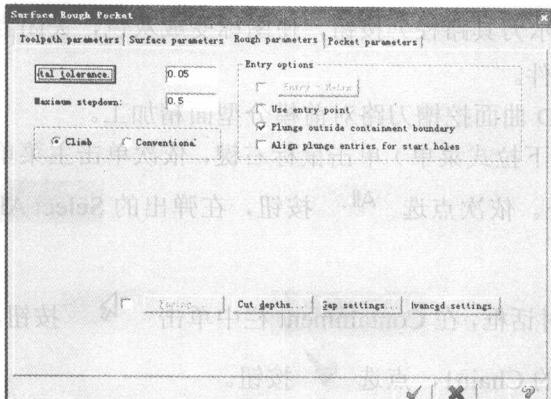
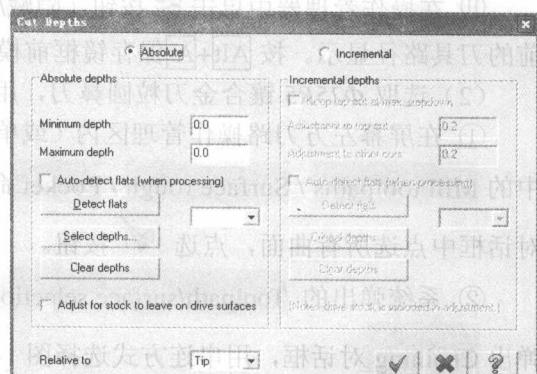

图 1-15 曲面粗加工参数
图 1-16 切削深度参数
⑤ 单击曲面挖槽刀路中 **Rough parameters** 对话框，粗加工参数设置如图 1-15 所示。Z 方向最大步距 0.5mm。
⑥ 这里无须螺旋下刀，点选 **Plunge outside containment boundary**，在选定刀具边界的外部下刀。
⑦ 单击 **Cut Depths** 按钮，设置切削深度，如图 1-16 所示。此处将 **Minimum depth** 和 **Maximum depth** 都设置成 0.0mm，精加工分型面（这种方法是精加工平面中常用的方法）。